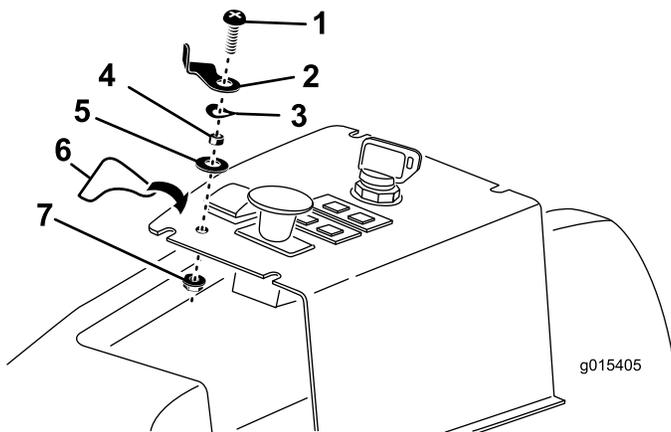

Figura 13
- Inserte la PALANCA DE BLOQUEO del interruptor de elevación, un espaciador, una arandela ondulada y una arandela plana sobre el tornillo de cabeza redonda de 1 1/4" x 1", posicionándola según se muestra en Figura 13.
- Inserte el tornillo de la PALANCA DE BLOQUEO del interruptor de elevación en el taladro del panel de control y sujételo con una contratuerca. Posicione la PALANCA DE BLOQUEO del interruptor de elevación según se muestra en Figura 13.
- Coloque la pegatina de la PALANCA DE BLOQUEO del interruptor de elevación en el panel de control según se muestra en Figura 13.